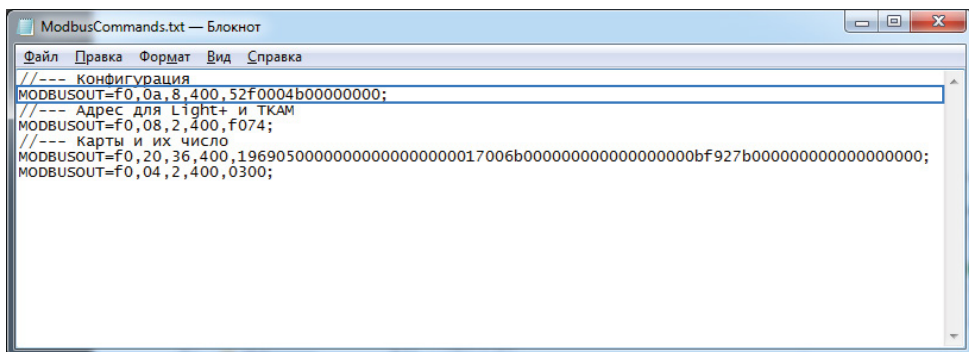

Рис.10. Команды удаленной настройки.
• открыть созданный файл. В этом файле перед каждой командой вставлен комментарий – описание этой команды (Рис.10). Из этого файла необходимо скопировать нужные команды без комментариев в новый текстовый файл. Затем необходимо сохранить файл с нужными командами для настройки считывателя и изменить расширение текстового файла с .txt на .atc.